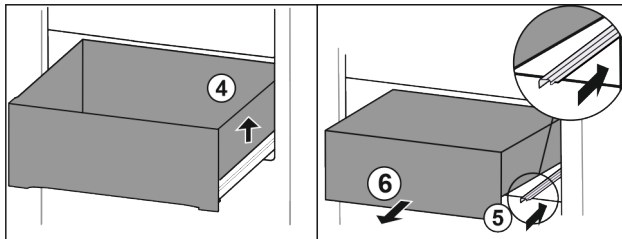

Fig. 93
- ▶ Schubfach rechts anheben. Fig. 93 (4)
- ▶ Rechte Schiene einschieben. Fig. 93 (5)
- ▶ Schubfach nach vorne entnehmen. Fig. 93 (6)